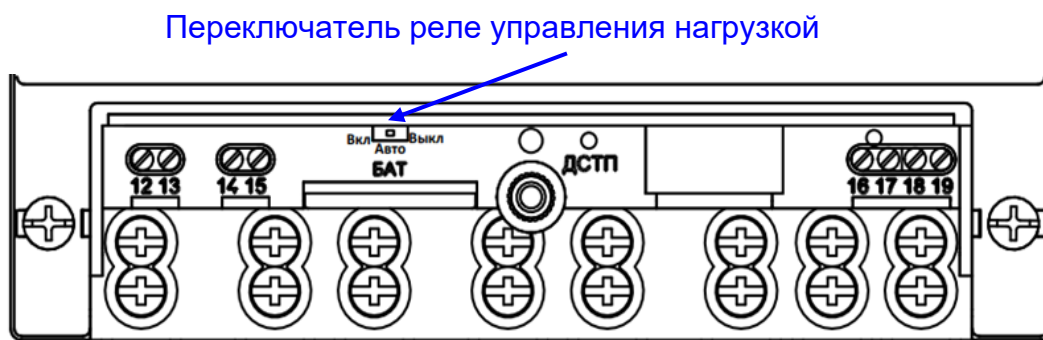

Рисунок 169
- переключатель реле управления нагрузкой находится в положении «АВТО» (см. рисунок 169).